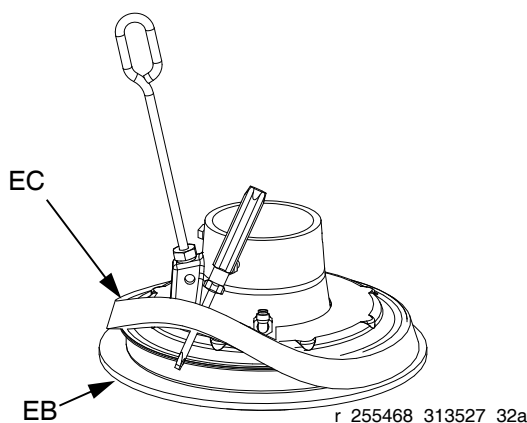

FIG. 18: Installera distansplatta
3. *Börja ovanifrån* och använd en skruvmejsel för att placera distansplattan (EC) mellan fläns och skrapa (EB). Se FIG. 18.